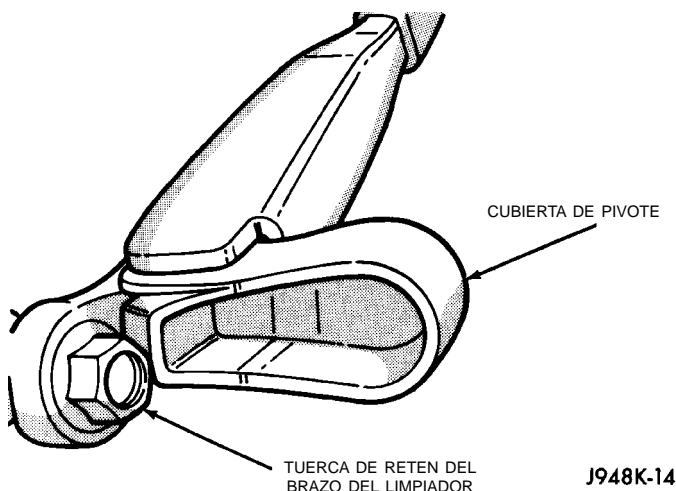

Fig. 7 Desmontaje/instalación del brazo del limpiador trasero
(1) Retire el conjunto del brazo del limpiador, elevando la cubierta del pivote y retirando la tuerca de retén (Fig. 7).